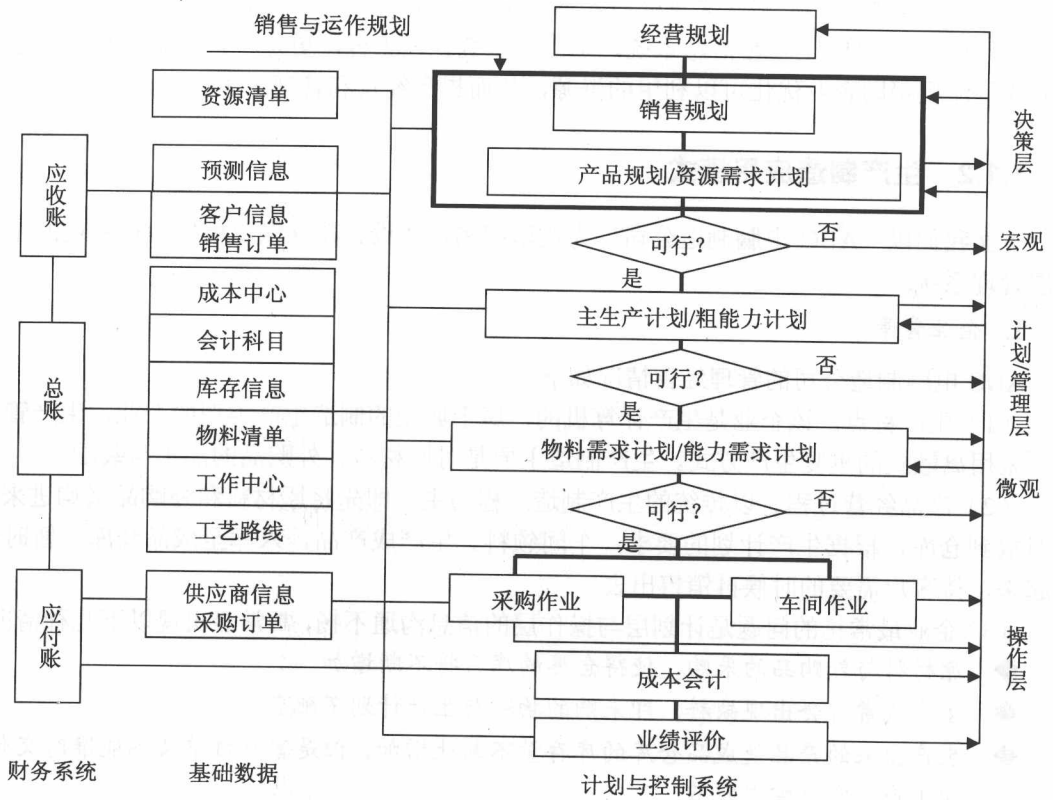

图 1-3 MRPII 的逻辑处理流程
(1) MRPII 的处理逻辑，如图 1-3 所示。
(2) MRP II 的特点。